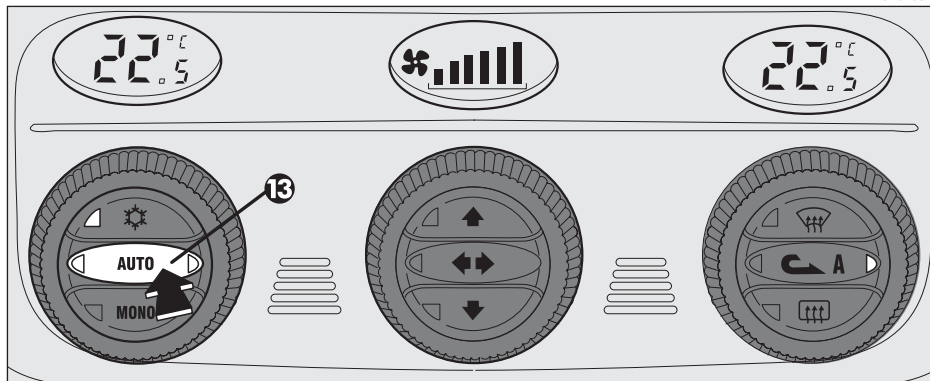

fig. 88
**POUSOIR AUTO DE FONCTIONNEMENT AUTOMATIQUE (fig. 88)**